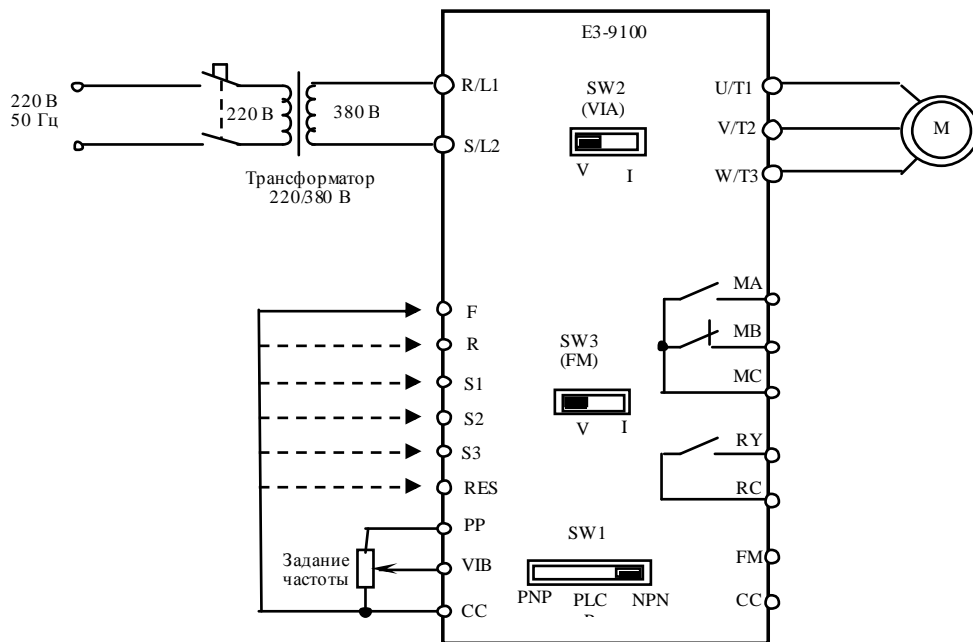

Рис. 4.14. Диагностика цепей управления E3-9100
4.13.1. Подключить электродвигатель к выходным клеммам U/T1, V/T2, W/T3 (рис.4.14). Подать питание на преобразователь 380В.
Установить переключатель SW1 в положение «NPN», переключатель SW2 в положение «V». Подключить потенциометр к входным клеммам управления (рис. 4.14.). Подключить один из концов проволочной перемычки к клемме CC.